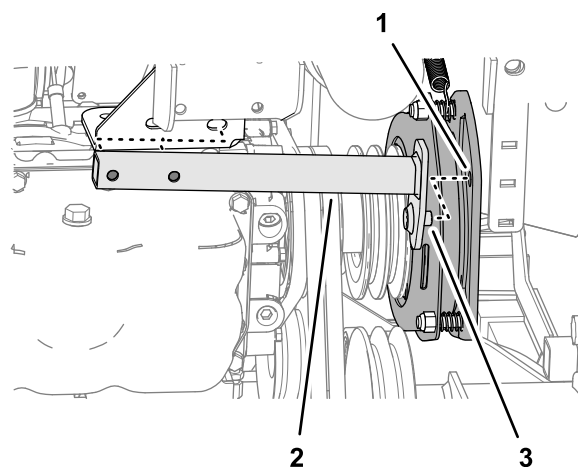

Figure 92
7. Déplacez le tube anti-rotation vers l'arrière et déposez-le de la machine (Figure 92).
2. Alignez la goupille du tube anti-rotation et le trou dans le plateau d'embrayage de la PDF ; voir Figure 92 sous Dépose des courroies de PDF \(page 70\).